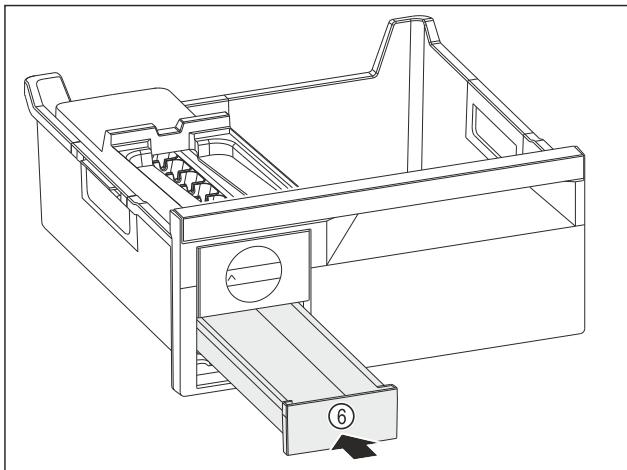

Fig. 101
- Встановіть форму для льоду Fig. 101 (6).